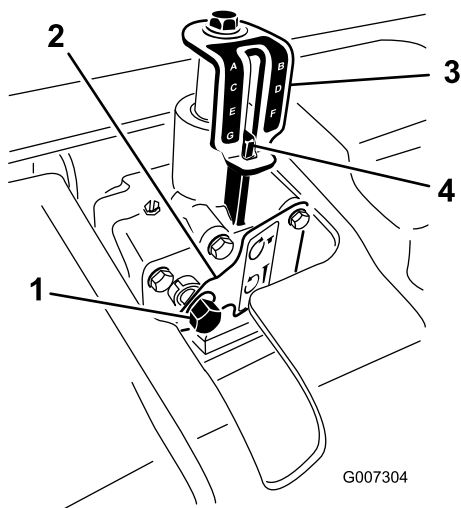

Figure 24
3. Insérez une douille de 9/16 po munie d'un rochet sur l'axe d'entrée du dispositif de réglage de profondeur (Figure 24).
- Tournez le dispositif de réglage de profondeur dans le sens horaire pour réduire la profondeur d'aération et dans le sens antihoraire pour augmenter la profondeur d'aération (Figure 24).
- Tournez l'axe d'entrée du dispositif de réglage de profondeur jusqu'à obtention de la profondeur voulue, comme illustré sur l'autocollant indicateur de profondeurs (Figure 24).